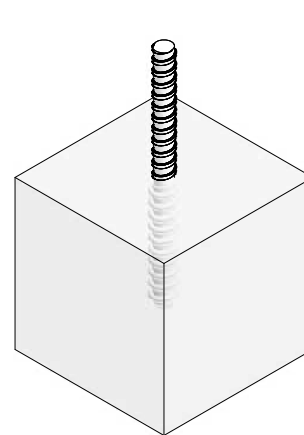

Fig. 9.5
4. Visser ensuite la tige filetée DW 15 sur l'ancrage hélicoïdal (fig. 9.5). À cet effet, voir également les instructions de montage relatives aux tiges filetées.